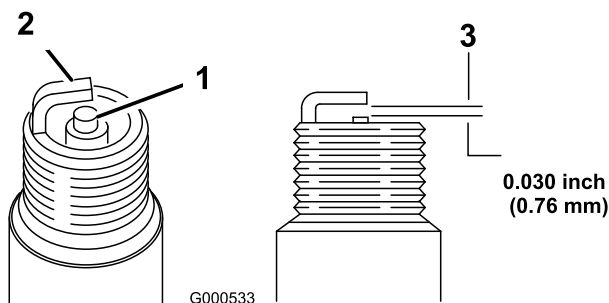

Figura 24
5. Fije el hueco entre los electrodos en 0.76 mm (0.030 pulgadas) (Figura 24).